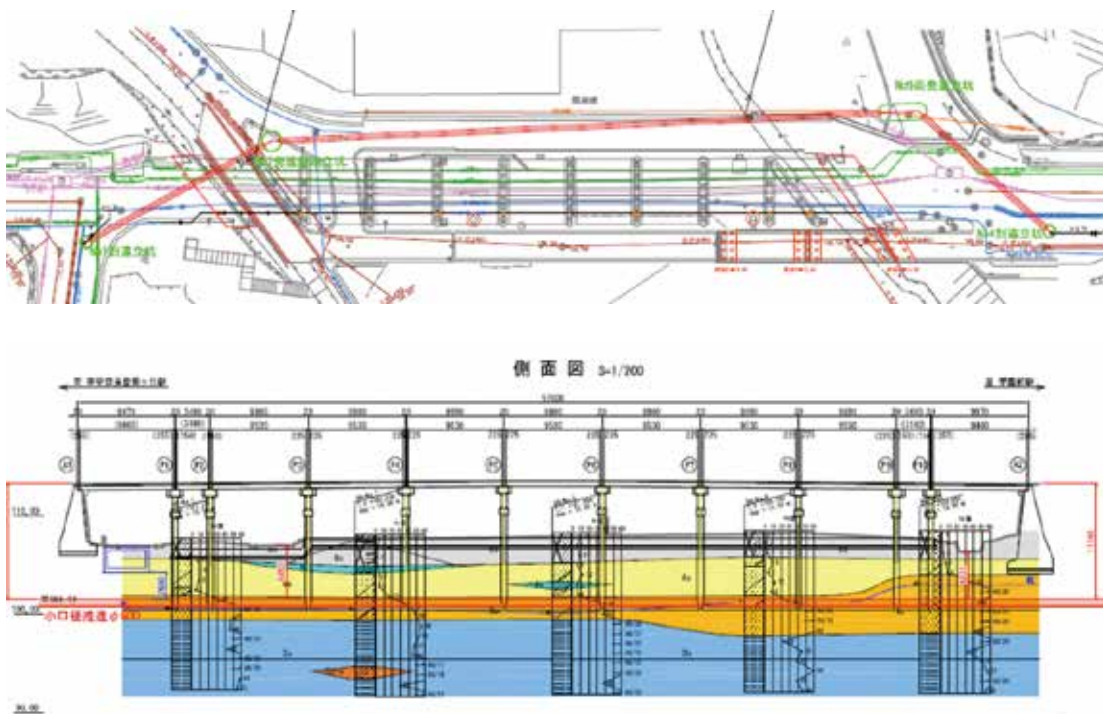

図 1 工事概要
は開削区間および推進管との立坑内接続部において採用した。また、橋梁区間では推進工法により呼び径 700 の鞘管 (HP) を築造し、その内部に PN 形ダクトイル鉄管を挿入した (図 1)。